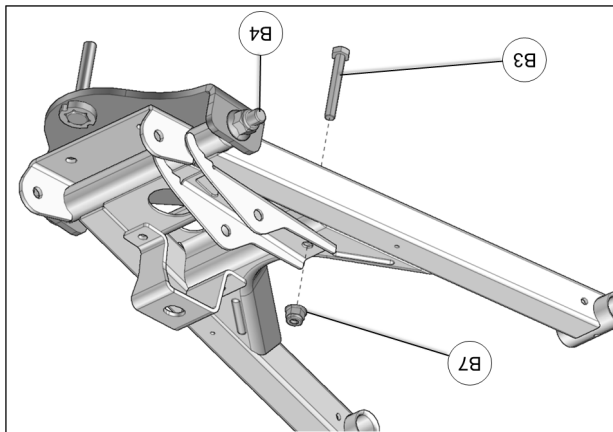

Fig. 9
- M12 (B4) à un couple de 85 N•m [63 lb•pi]. Voir Fig. 9